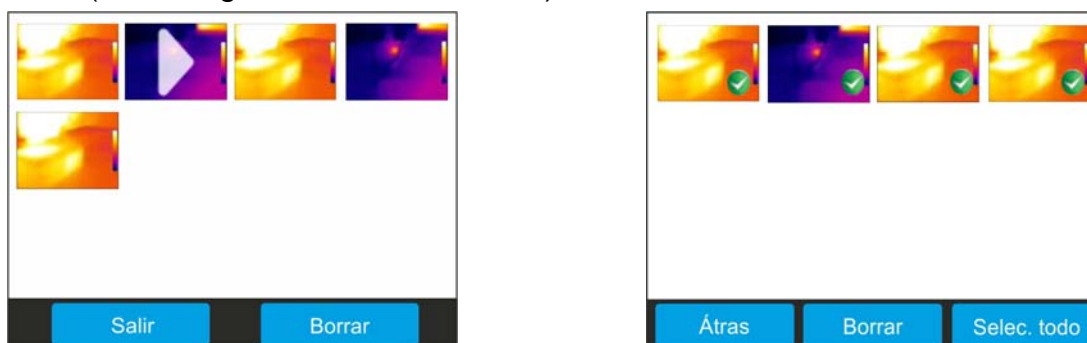

Fig. 69: Selección y borrado de los video IR
1. Toque el icono “**Borrar**” en el interior de la galería de video IR. Se muestra la pantalla siguiente (vea el Fig. 69 – Parte derecha):